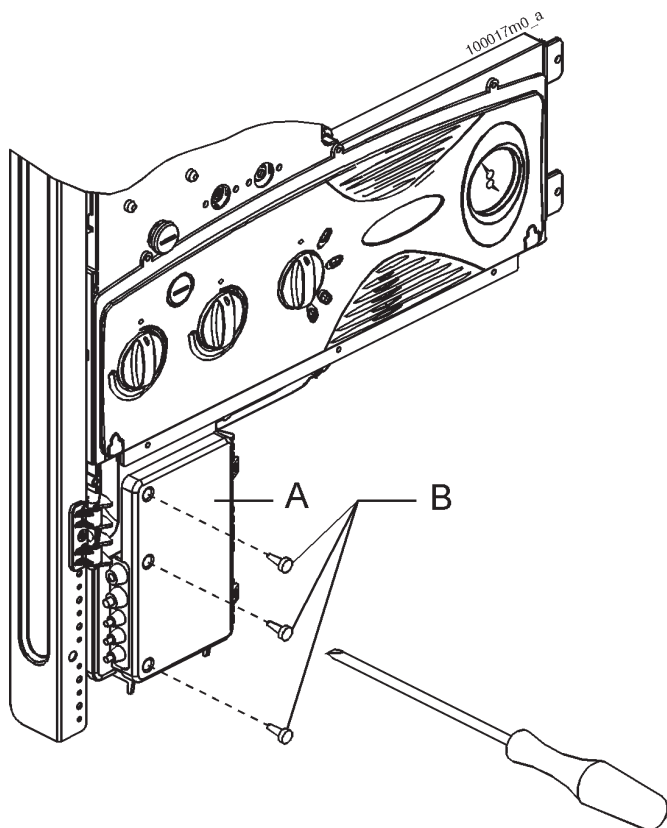

Figura 14 - Apertura box connessioni elettriche
- aprire lo sportello "A" come mostrato in figura 14;